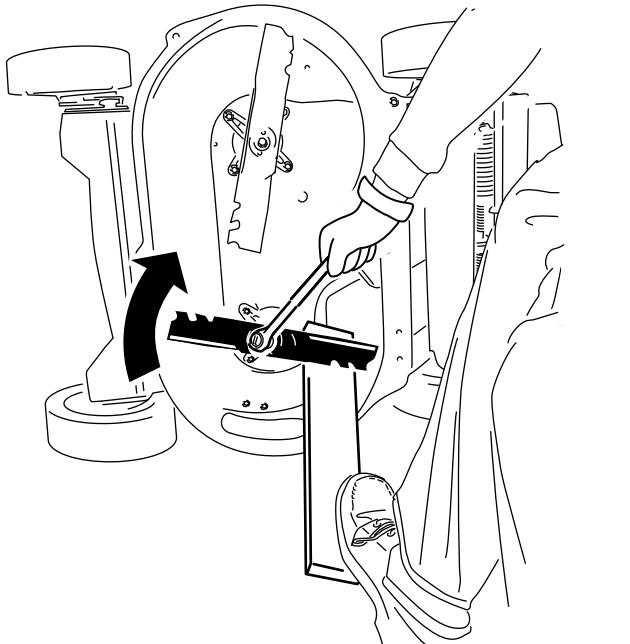

Bild 42
2. Halten Sie jedes Messer mit einem Brett fest und drehen Sie die Messerschraube mit einem Drehmomentschlüssel nach rechts, wie in Bild 42 dargestellt. Ziehen Sie die Messerschraube mit 82 N·m an.